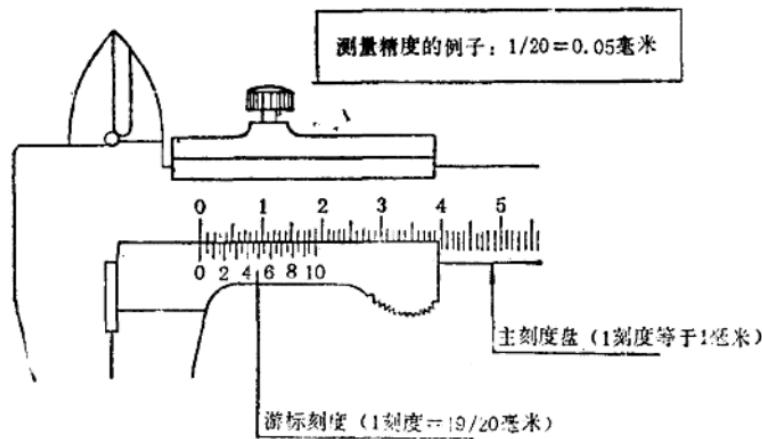

图 1-7 游标卡尺的使用
2. 游标的刻度盘 测量精度为 $\frac{1}{20}$ (0.05) 毫米的游标卡尺，其主刻度的最小刻度是1毫米，而游标刻度有20个长度为0.95毫米 ($19/20$ 毫米) 的相等刻度，其正好相对于主刻度的19毫米长。因此，主刻度上的一个刻度和游标上一个刻度两者之间的差是0.05毫米 (1毫米 - 0.95毫米)。游标卡尺就是根据在刻度上的这一不同来计算小于1毫米的尺寸，如图1-7所示。